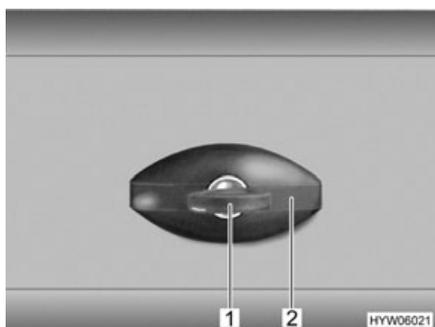

Fig. 47 Cerradura de la trampilla, de forma elíptica, cerrada
- Introducir la llave en el cilindro de cierre (Fig. 47,1) y girarla un cuarto de vuelta en sentido contrario a las agujas del reloj. El asidero de la cerradura (Fig. 47,2) se abre de golpe.